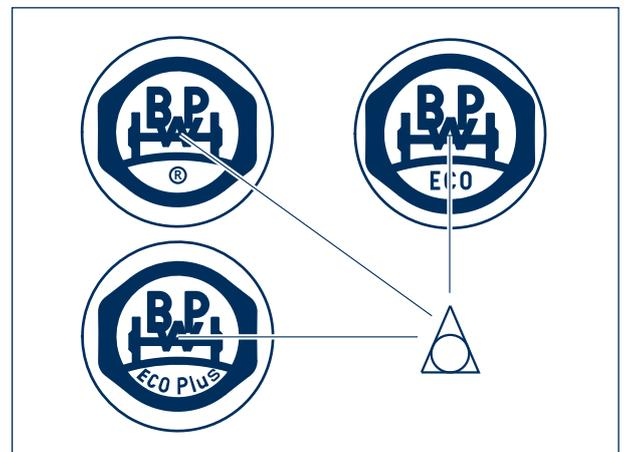

Figure 3
- Avec les nouveaux capuchons (®), ECO ou ECO Plus poinçonné sous le sigle BPW (figure 3), il n'est pas nécessaire de dévisser les capuchons.
- Le triangle (Δ) du sigle BPW est centré lorsqu'un ®, ECO ou ECO Plus est poinçonné sous ce sigle (figure 3).